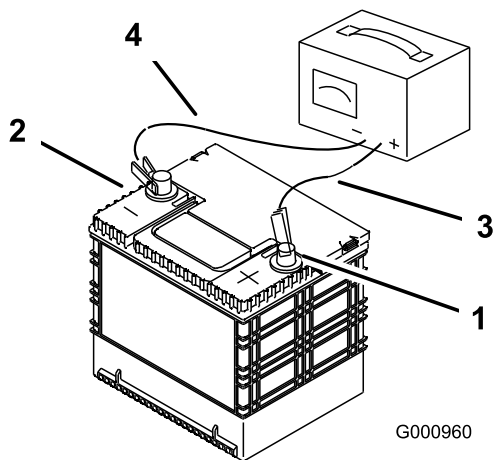

Figura 64
- 2. Cuando la batería esté completamente cargada, desconecte el cargador de la toma de electricidad, luego desconecte los cables del cargador de los bornes de la batería (Figura 64).